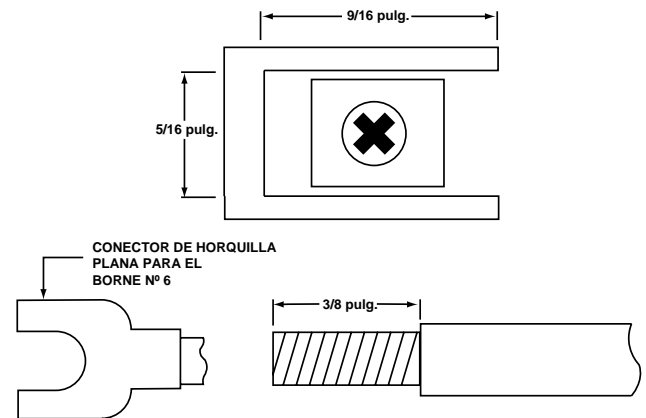

Figura 4.2 Terminación de conductores
- Ambas terminales sin soldadura, o conductores "pelados", cual se especifican en la Figura 4.2 a continuación, se pueden usar para conductores de alimentación. Para las conexiones de termopares se deben usar exclusivamente conductores "pelados" a fin de evitar errores de compensación y resistencia.